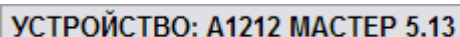

Рисунок 12
- В статусной строке программы в разделе «Устройство» появится информация о подключенном приборе и номер версии его прошивки (рисунок 12).